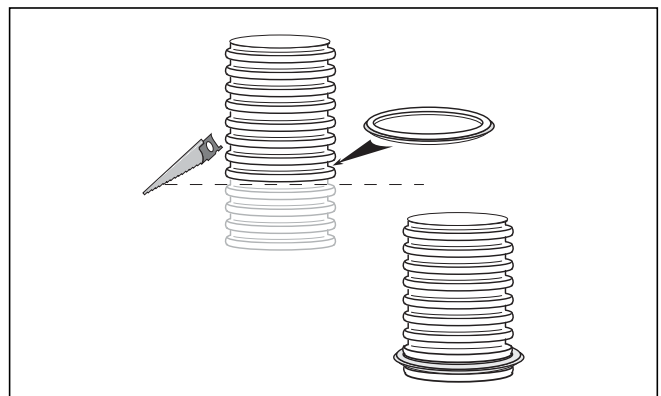

Рис. 6.32 Укорачивание гибкого выпускного газопровода и монтаж уплотнения
Сначала только приблизительно определите общую длину. Прибавка для безопасности в прямой шахте: минимум 50 см, при смещенной шахте: минимум 70 см на смещение. Укорачивайте гибкий выпускной газопровод (см. рис. 6.32) только в том случае, если закрепили его на устье шахты.
- Затем монтируйте уплотнение в самом нижнем неповрежденном желобке выпускного газопровода (см. рис. 6.32)